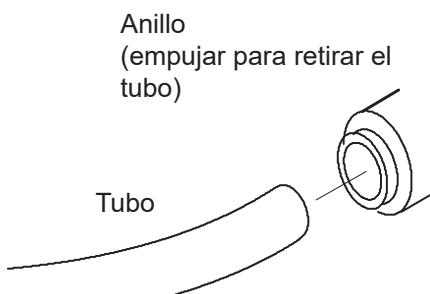

FIG. 19
1. Empujar el anillo hacia el interior con la punta del dedo. Cf Fig 19.
2. Mantener el anillo hacia el interior y tirar del tubo hacia el exterior al mismo tiempo. Cf Fig. 19.